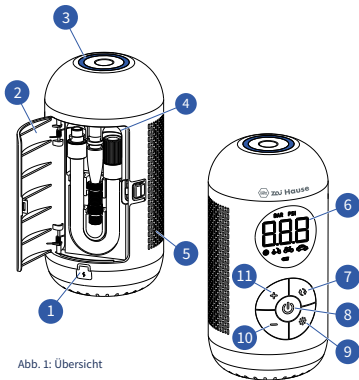
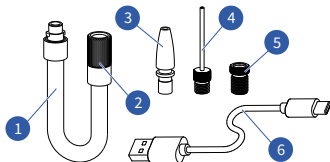

Abb. 1: Übersicht
Abb. 2: Zubehör
Schrader-Ventil (Abb. 2/2): Die Luftpumpe kann direkt an ein Schrader-Ventil angeschlossen werden. Mit diesem Ventiltyp sind beispielsweise die Reifen von Pkw, Motorrädern, E-Bikes und den meisten Mountainbikes ausgestattet.
Kunststoffdüsenadapter (Abb. 2/3): Der Kunststoffdüsenadapter wird beispielsweise zum Aufpumpen von Spielzeug, Luftbetten oder Schwimmringen verwendet.
Nadelventiladapter (Abb. 2/4): Der Nadelventiladapter wird beispielsweise für Bälle wie Fußbälle oder Basketbälle verwendet.
Presta-Ventiladapter (Abb. 2/5): Der Presta-Ventiladapter wird beispielsweise für Reifen von Fahrrädern oder bestimmten Mountainbikes verwendet.
1. Stecken Sie den Stecker des Ladekabels (Abb. 2/⑥) in die Ladebuchse (Abb. 1/①) und stellen Sie den ordnungsgemäßen Sitz des Steckers (Abb. 3) sicher.
Die Ladezustandsanzeige (Abb. 1/6) auf dem Display wird je nach der verbliebenen Akkuladung der Luftpumpe in unterschiedlichen Farben angezeigt.
1. Öffnen Sie die hintere Gehäuseklappe (Abb. 1/ **2**).
2. Entnehmen Sie Luftschlauch und Luftventiladapter aus dem Gehäuse (Abb. 1 **4**).
- Auf der Oberseite des Werkzeugs befindet sich eine ringförmige LED-Leuchte (Abb. 1/3), die ein- bzw. ausgeschaltet werden kann.